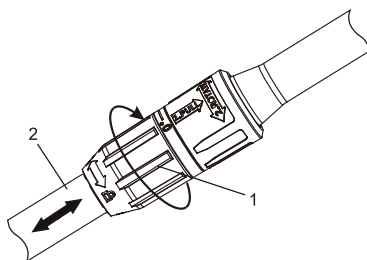

Fig. 7
1. Tournez la bague de verrouillage du manche télescopique d'un tour dans le sens horaire (Fig. 7).
2. Faites glisser la section inférieure du manche télescopique (2) à l'intérieur ou à l'extérieur jusqu'à ce que vous atteigniez la longueur désirée.